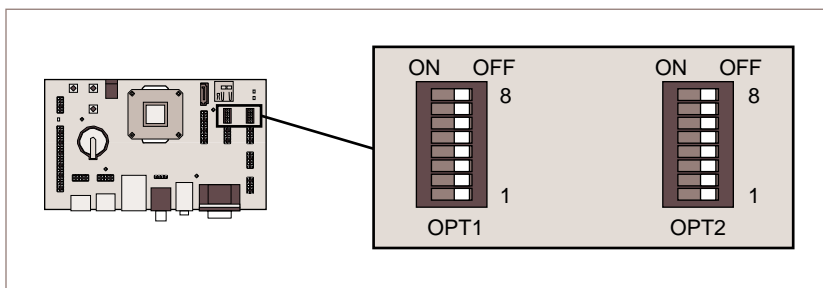

図34: VRmEIO3インターフェースボード上のDIPスイッチOPT1とOPT2のレイアウト
6. カメラにVRmEIO3インターフェースボードが備わっている場合は、OPT1の両方のDIPスイッチ5と6をONの位置に設定します (→98ページの図34)。
9. カメラにVRmEIO3インターフェースボードが備わっている場合は、OPT1のDIPスイッチ5と6 (→98ページの図34) の片方をONの位置 (=ホスト)、もう片方をOFFの位置 (=デバイス) に設定します。
- カメラにVRmEIO3インターフェースボードが備わっている場合は、OPT1のDIPスイッチ5 (→98ページの図34) をOFFの位置 (USB0=デバイス) に設定します。